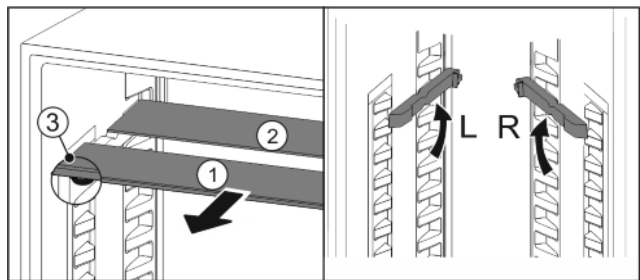

Fig. 17
- Посуньте Fig. 17 (1) скляну панель вперед.
- ▷ Скляна панель Fig. 17 (1) з декоративною планкою лежить спереду.
- ▷ Стопори Fig. 17 (3) показують вниз.